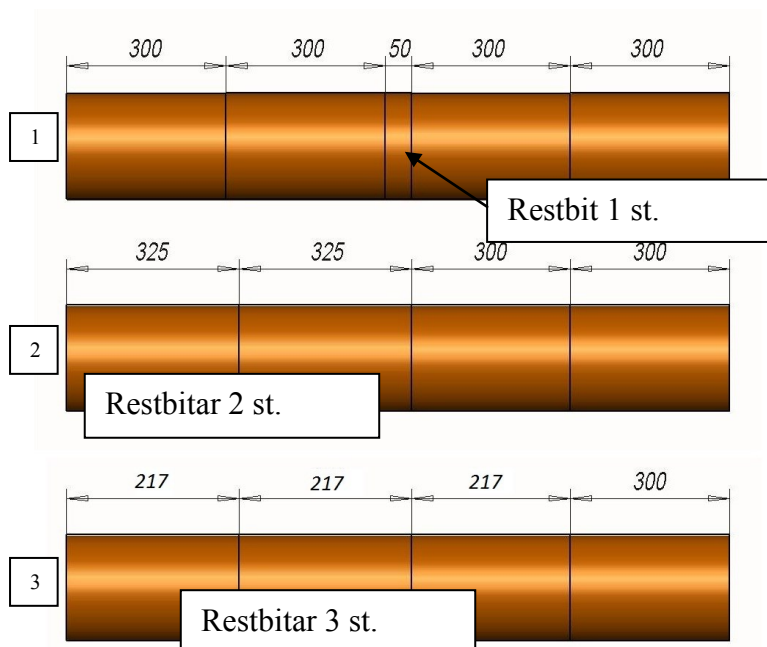

Bild 25. Optimeringsalternativ för klabbarna. Måtten på bilden är exempel. Restbitarnas längd varierar enligt klabbarnas och stockens längd.
- Alternativ 1. Restbiten sågas bort före den sista biten av det förinställda måttet. Restbiten faller ner på överföringsbordet och klyvs. (Bild 25, alternativ 1). Alla andra klabbar är av den förinställda längden. Restbitens längd varierar. På automatkörningens optimeringsmeny finns bilden: - - - -
- Alternativ 2. Restbiten jämnas ut till två bitar (Bild 25, alternativ 2). Restbitarna kan vara längre än det förinställda måttet. På automatkörningens optimeringsmeny finns bilden: - - -
- Alternativ 3. Restbiten jämnas ut till tre bitar, men på så sätt att den förinställda längden inte överskrids (Bild 25, alternativ 3). På automatkörningens optimeringsmeny finns bilden: - - - -